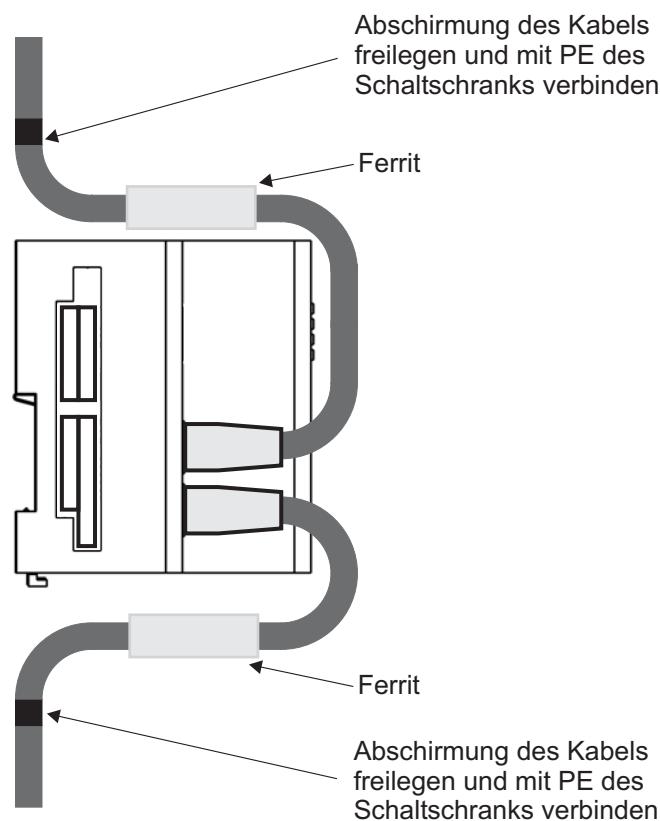

Abbildung 22: Kabelführung
- ◉ Verlegen Sie die Anschlussleitungen nach den Vorgaben in ▶Abbildung 22◀. Die Abschirmung des Kabels muss zuerst freigelegt werden. Die Länge der freigelegten Abschirmung soll der Breite der Befestigungsschelle entsprechen. Das Kabel wird mit der Schelle so befestigt, dass eine Verbindung zwischen Abschirmung des Kabels und PE des Schaltschranks besteht.
- ◉ Bringen sie an jedem Kabel zwischen dem Stecker und der Auflegestelle an der Montageplatte einen Ferrit an (siehe ▶Abbildung 22◀ und Anhang Zubehör ▶B.1.3 Ferrit◀ auf Seite 78).